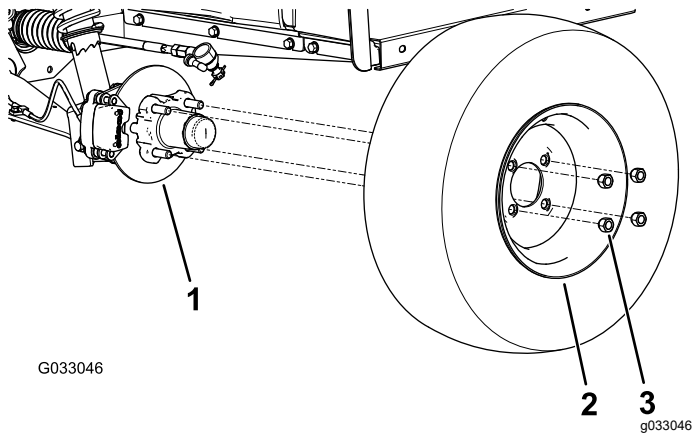

Figura 26
2. Retire as 4 porcas de rodas que prendem a roda ao cubo (Figura 26).
4. Alinhe os orifícios na roda com os pinos do cubo e monte a roda no cubo com a haste da válvula para fora (Figura 26).
5. Prenda a roda ao cubo utilizando as porcas das rodas (Figura 26).